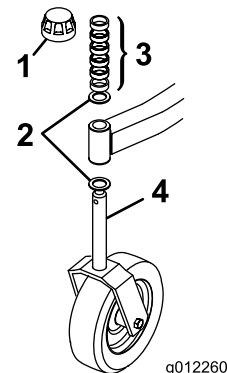
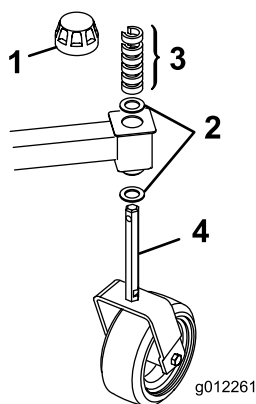

Figura 2
Figura 3
1. Rimuovete i cappucci di tensione dagli assi dei perni ed estraete i distanziali e le rondelle di spinta (Figura 2 & Figura 3).
2. Posizionate i distanziali sul fusello della ruota orientabile fino ad ottenere l'altezza di taglio richiesta; fate riferimento alla tabella in Regolazione dell'altezza di taglio. Fate scorrere la rondella di spinta sul fusello. Spingete il fusello ruota orientabile grande attraverso il braccio ruota orientabile anteriore e il fusello ruota orientabile piccolo attraverso il braccio ruota orientabile posteriore. Montate un'altra rondella di spinta e i distanziali restanti sul fusello, quindi montate il cappuccio di tensione per fissare gli elementi del gruppo (Figura 2 & Figura 3).